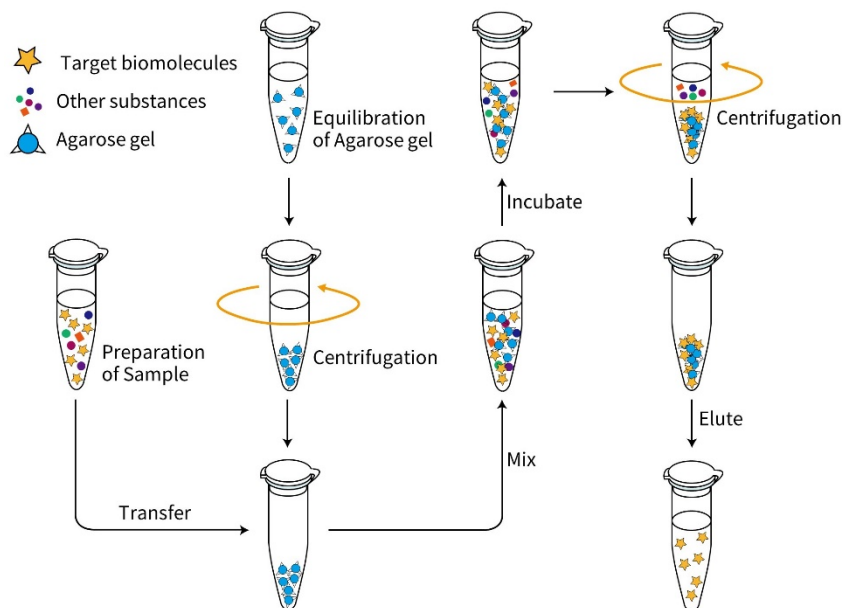

图1. 碧云天DEAE Agarose 6FF (DEAE琼脂糖凝胶) (P2073)用于非装柱的离心式直接纯化的实验流程图。
- DEAE琼脂糖凝胶在生物医学领域内应用非常广泛，可以特异性地纯化生物制药或生物工程下游的蛋白、多肽、抗体等；或分离细胞和植物中多糖物质，多用于分离中性、酸性和粘多糖等物质等；还可用于分离大量的基因组DNA以及细菌、细胞裂解液中质粒DNA。本产品可用于非装柱的离心式直接纯化，也可用于装柱后纯化。本产品用于非装柱的离心式直接纯化实验流程请参考图1。